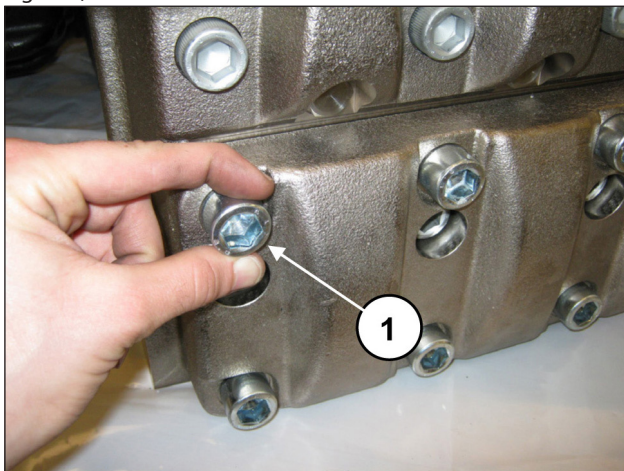
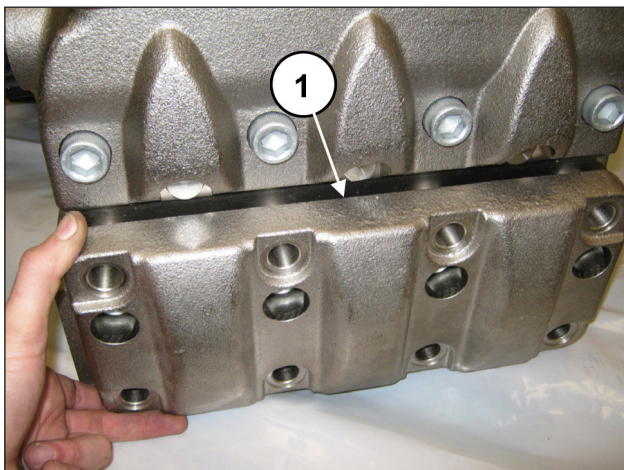

Fig. 136
Fig. 137
Solte os oito parafusos M16x45 da cobertura da válvula de aspiração (pos. ①, Fig. 136), e remova a cobertura (pos. ①, Fig. 137).